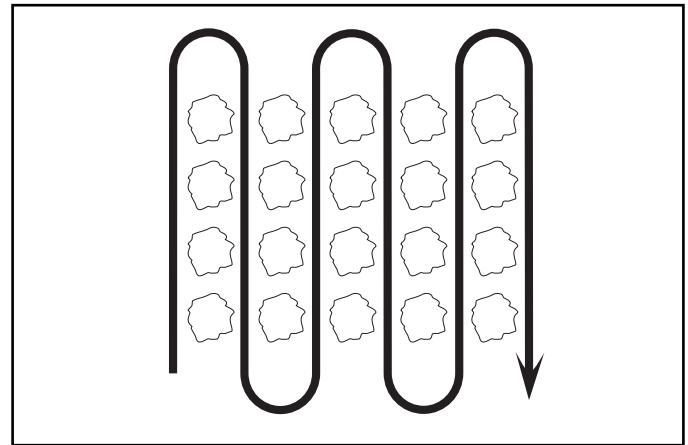

FIG. 10
- Cultivez le long des rangs à une vitesse qui permettra aux fraises de déraciner les mauvaises herbes et de laisser la terre à l'état brut pour que les mauvaises herbes n'y repoussent plus (Voir la fig. 10).